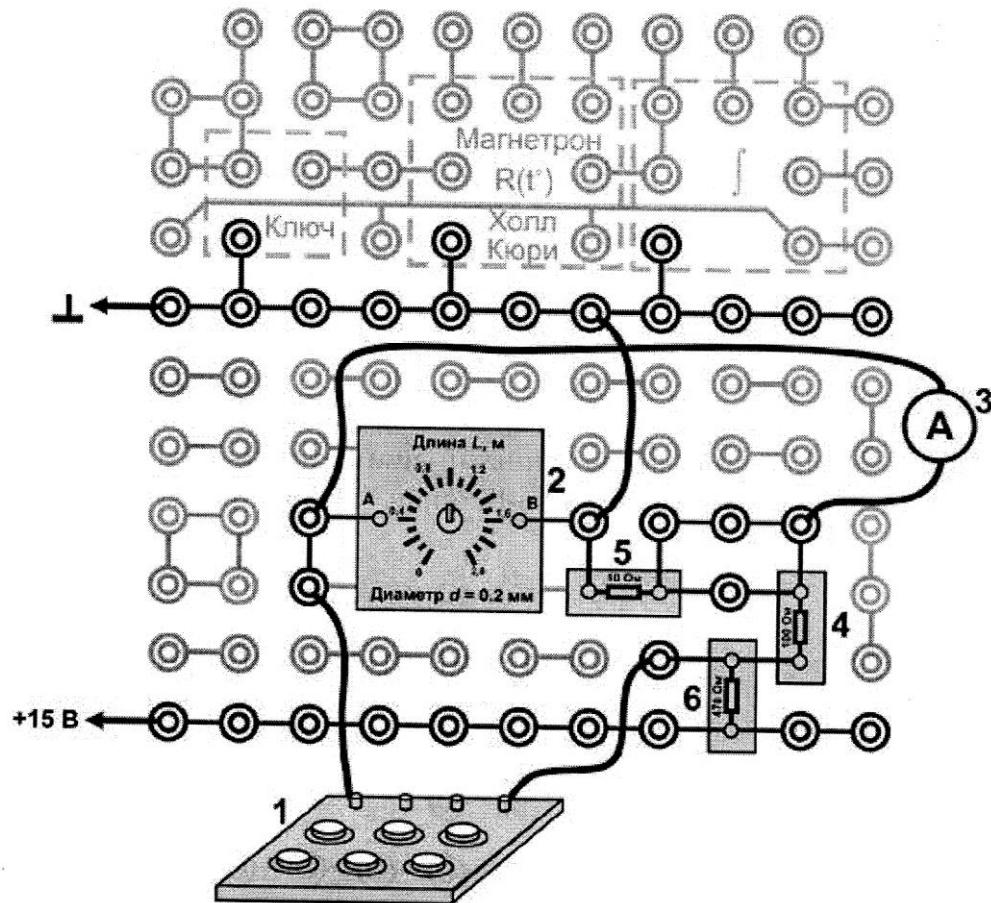

Рис. 3.6. Монтажная схема измерения сопротивлений методом моста Уитстона:
1. Собрать монтажную схему (см. рис. 3.6).